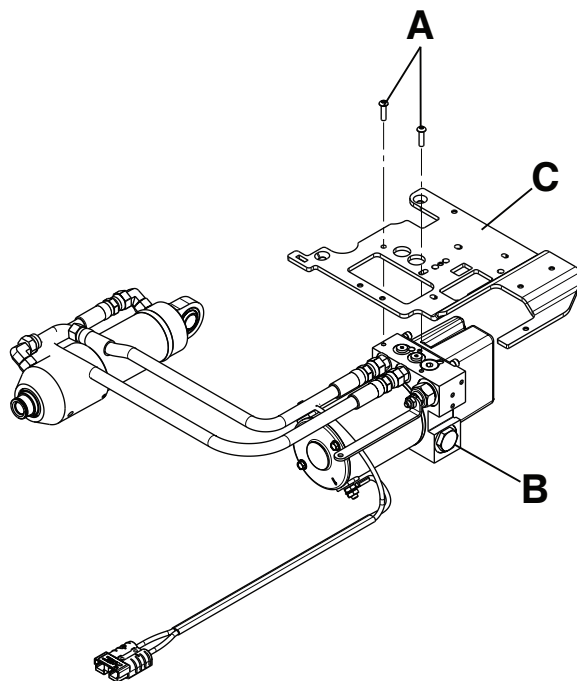

Figure 19 – Ensemble hydraulique
6. À l'aide d'une clé Torx T25, retirer les deux vis (A) qui fixent l'ensemble hydraulique (B) à la plaque à ailettes, gauche (C) (Figure 19). Conserver les vis.